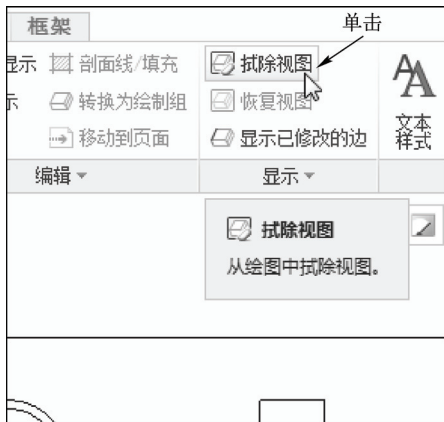

图 14-50 单击“拭除视图”按钮
STEP 02 在功能区选项板的“布局”选项卡中，单击“显示”面板中的“拭除视图”按钮 ，如图 14-50 所示。